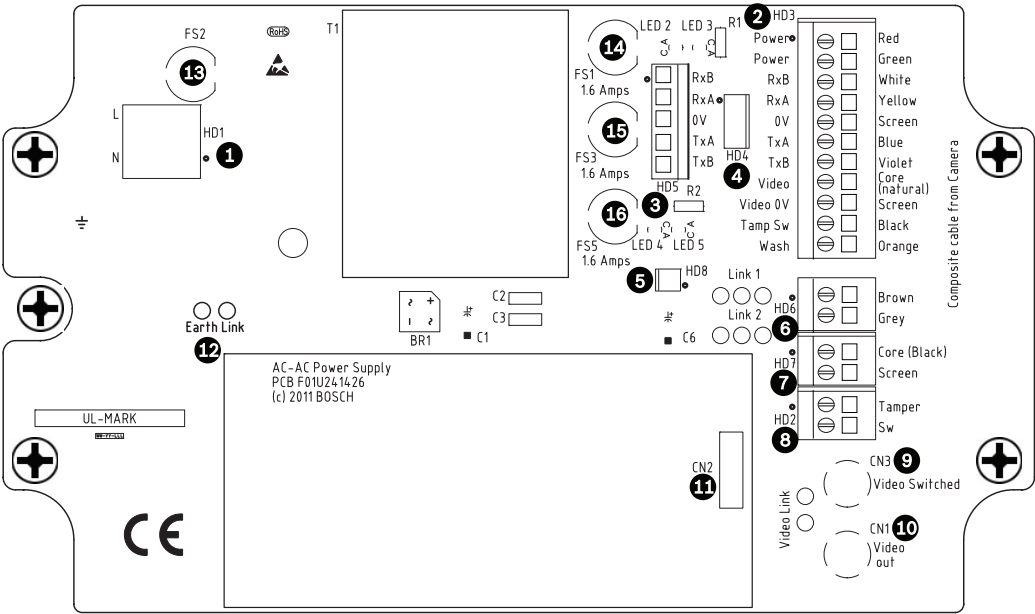

Figura 2.1 Disposición de MIC-240PSU-2, MIC-115PSU-2 y MIC-24PSU-2
Las fuentes de alimentación MIC sin infrarrojos (MIC-240PSU-2, MIC-115PSU-2 y MIC-24PSU-2) disponen de cuatro (4) fusibles de 20 mm (números 13 - 16 pulg. *Figura 2.1*) en los portafusibles. Las potencias de estos fusibles son fijas en el secundario de baja tensión, pero cambian con la tensión de entrada en el primario de alta tensión. La siguiente tabla muestra los valores de fusible que se deben instalar para una protección correcta de las fuentes de alimentación. **Nota:** el fusible FS4 no existe.